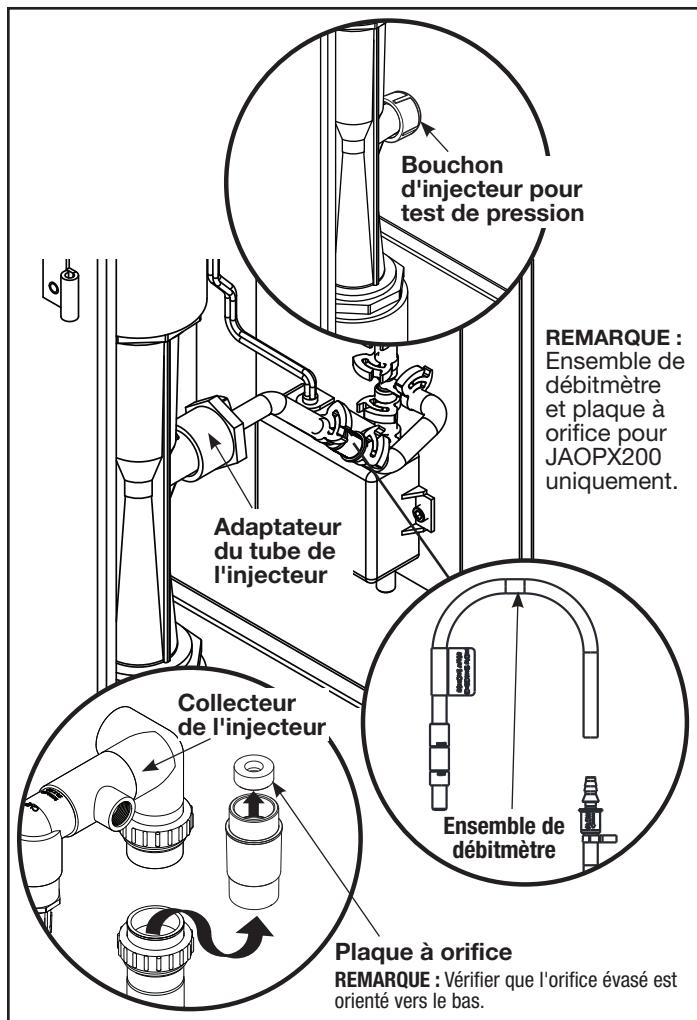

Figure 6. Test de débit et de pression Jandy AOP
Si un test de pression est nécessaire, celui-ci doit être effectué avant d'installer les raccordements des tuyaux de l'ensemble de clapet de non-retour. Voir la Figure 6.
1. Débrancher temporairement le tuyau du côté entrée du clapet de non-retour et fixer l'ensemble de débitmètre inclus. Voir la Figure 6.